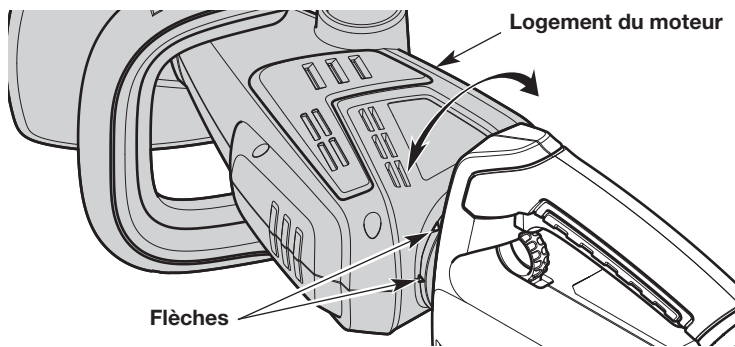

Fig. 11
2. Faites pivoter le logement du moteur à l'angle désiré. Il existe plusieurs positions prédéfinies. Chaque position est marquée d'une flèche (Fig. 11).